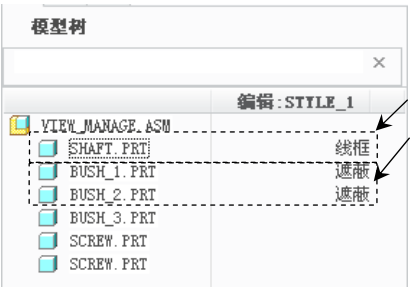

图 5.9.7 模型树
Step5. 在“编辑”对话框中打开 **显示** 选项卡，在 **方法** 选项组中选中 **线框** 单选项，如图 5.9.6 所示，然后在模型树中选取元件 SHAFT，此时模型树的显示如图 5.9.7 所示。